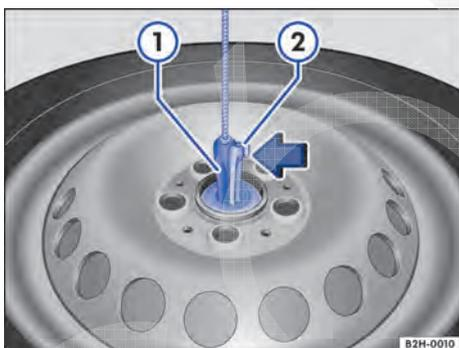
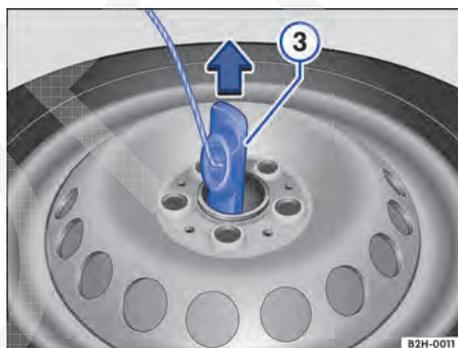

Fig. 153 Soltar o suporte do aro.
Fig. 154 Puxar o suporte do aro do orifício do aro.
- Pressionar o elemento de fixação \Rightarrow Fig. 153  (seta) do arrastador  para baixo através do suporte do aro \Rightarrow Fig. 154 .